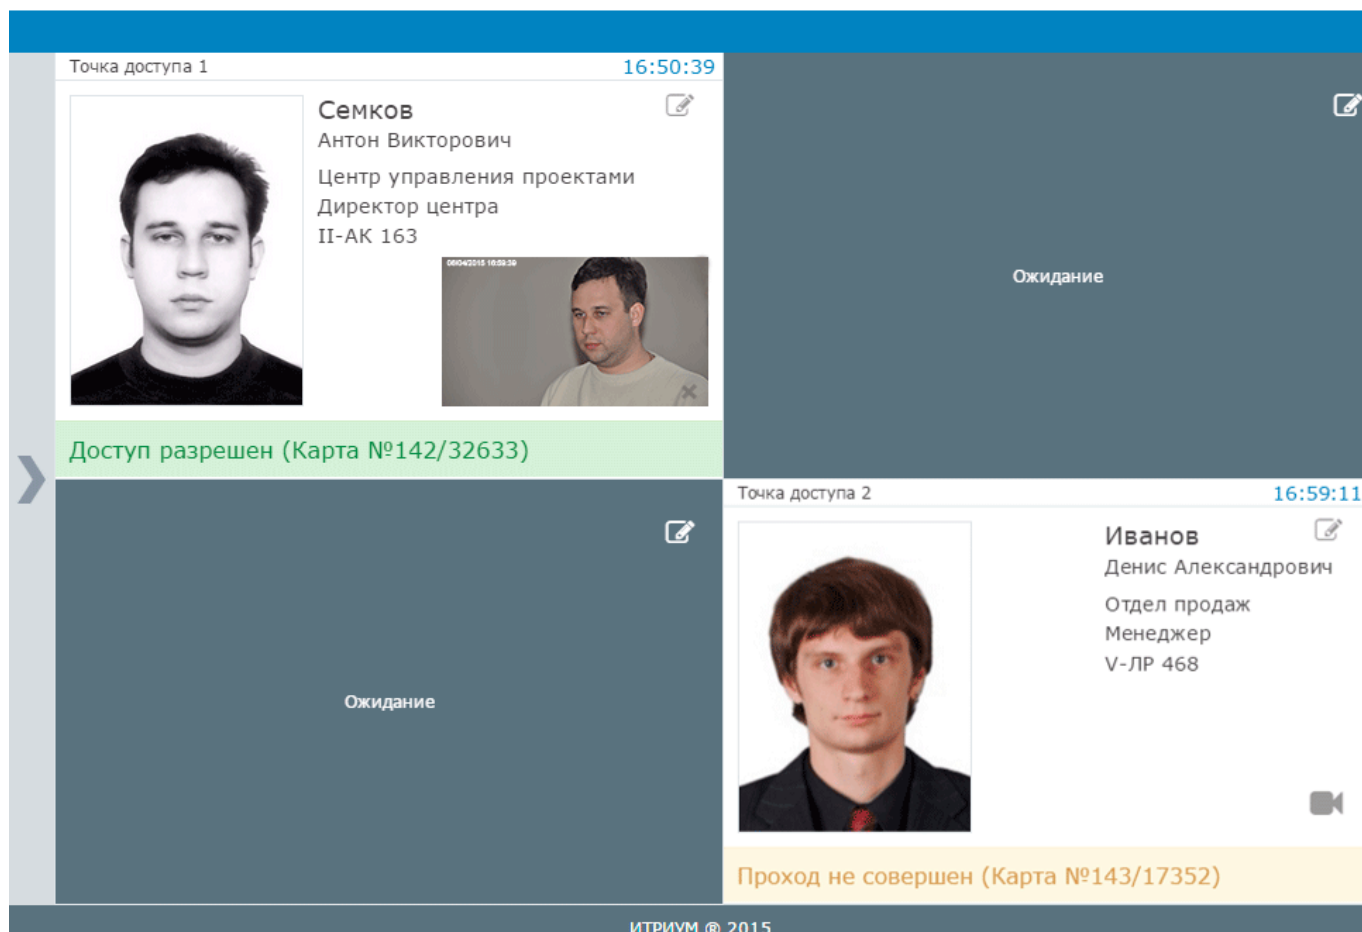

Рисунок 9.107 — Основное окно приложения «Фотоидентификация»
- Основное окно поделено на области, в каждой из которых отображаются события по выбранной точке доступа (рисунок 9.107). При наличии «привязанной» камеры, в случае запроса доступа отображается «живое видео».